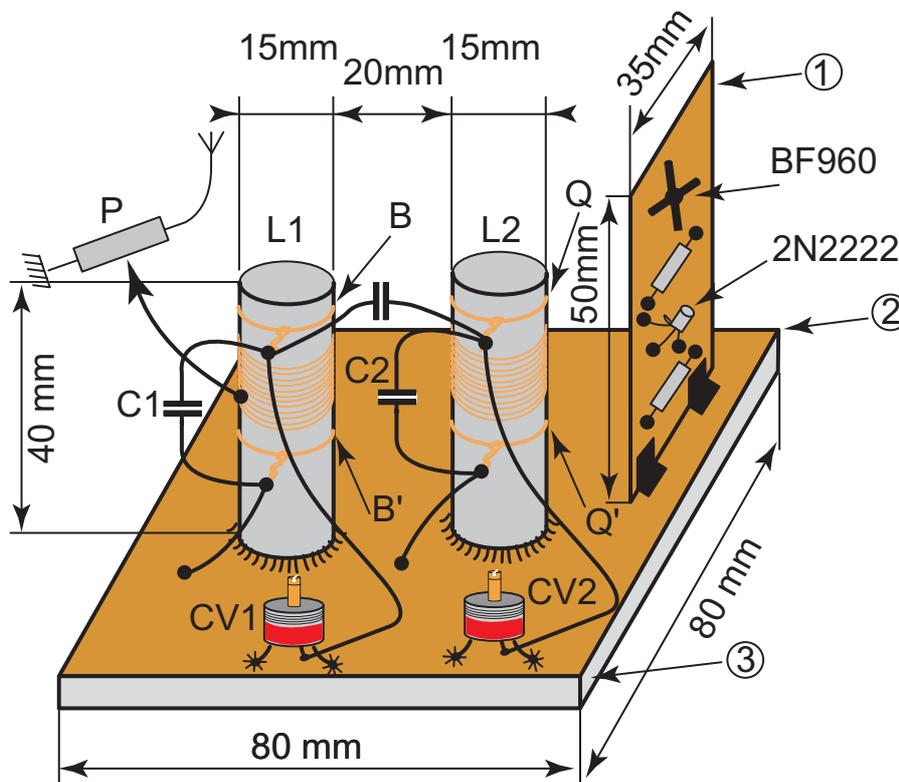

Figure 3 Construction Etage Réception HF
B) L'ampli réception HF : (figure 3 et 4)
- Filtres accordés d'entrée (figure 3)
Chaque mandrin de PVC Ø 16 mm est coupé à la longueur de 40 m (voir aussi figure 3)